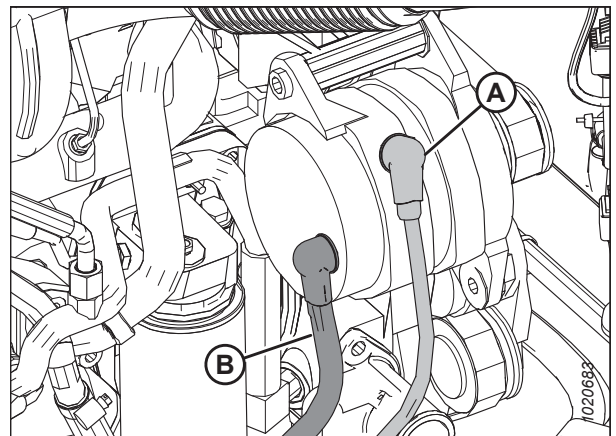

Abbildung 5.32: Lichtmaschine
- Die Batterie- oder Lichtmaschinenpole **NICHT** kurzschließen und verhindern, dass das Pluskabel (+) der Batterie (B) oder das Lichtmaschinenkabel geerdet werden.
- Wenn die Drähte von der Lichtmaschine abgeklemmt sind, siehe Abbildung 5.32, Seite 281, um den richtigen Anschluss sicherzustellen.